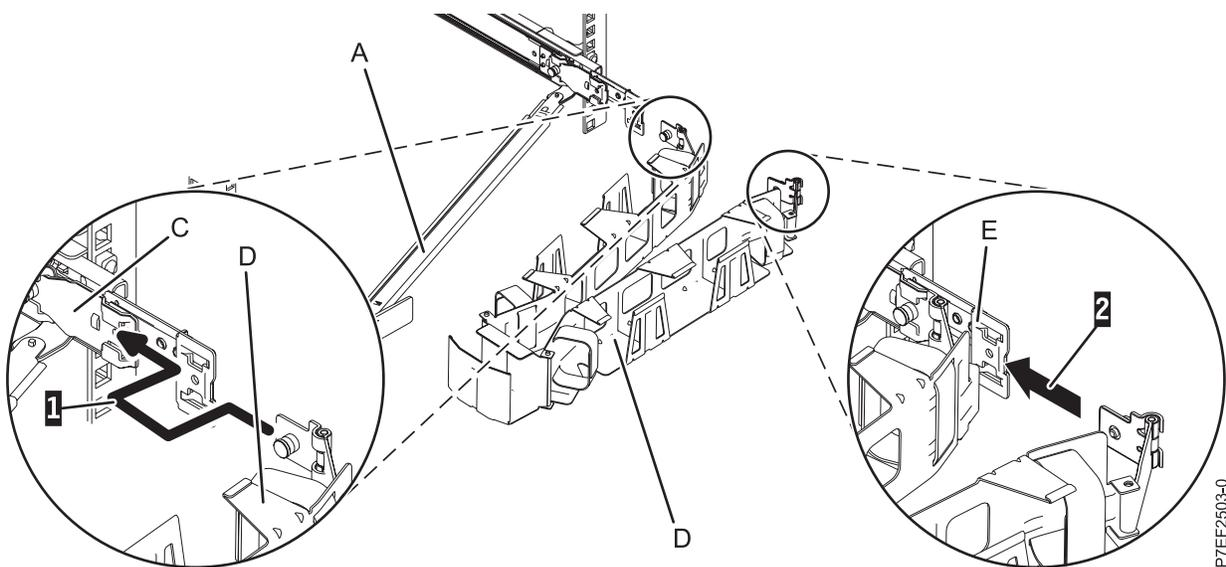

Figura 17. Conexión del brazo portacables
6. Coloque el brazo portacables (D) en el brazo de soporte (A). Deslice la primera patilla del brazo portacables (1) en la ranura de la pieza de sujeción de montaje (C). Empuje la patilla hasta que el pestillo accionado por resorte quede encajado en su sitio. Deslice la otra pestaña del brazo portacables en la abrazadera de extensión (E) de la parte exterior del riel derecho (2). Presione la pestaña hasta que el pestillo accionado por resorte quede encajado en su sitio, tal como muestra la Figura 17.